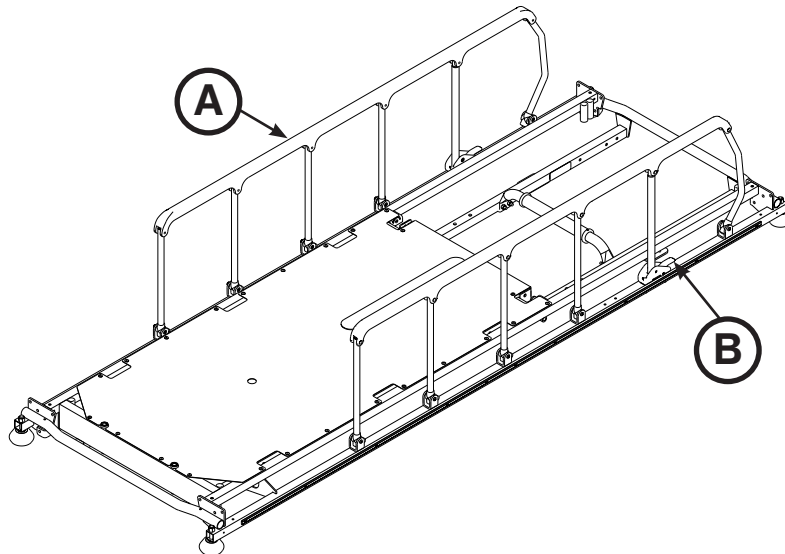

Figura 4: Barras laterales
**Para levantar las barras laterales**, tire hacia arriba de la barra lateral (A) y levántela a su posición más elevada hasta que se enganche el seguro (B), como se muestra en la Figura 4.
**Para bajar las barras laterales**, tire hacia arriba del seguro (B) y lleve la barra lateral hasta la posición más baja, como se muestra en la Figura 4.